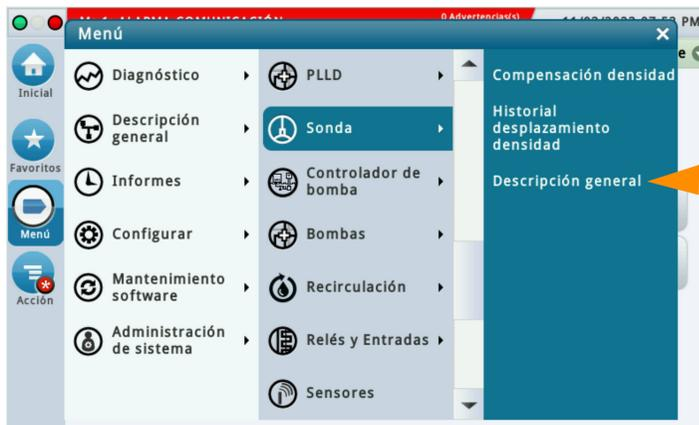

Figura 49. Acceso a la pantalla de descripción general de diagnóstico de la sonda
1. Seleccione Menú > Diagnóstico > Sonda > Descripción general (véase la Figura 49) para acceder a la pantalla de descripción general de diagnóstico de la sonda (véase la Figura 50 y la Figura 51). Seleccione la sonda cuya información desea ver (elemento 2, Figura 50).